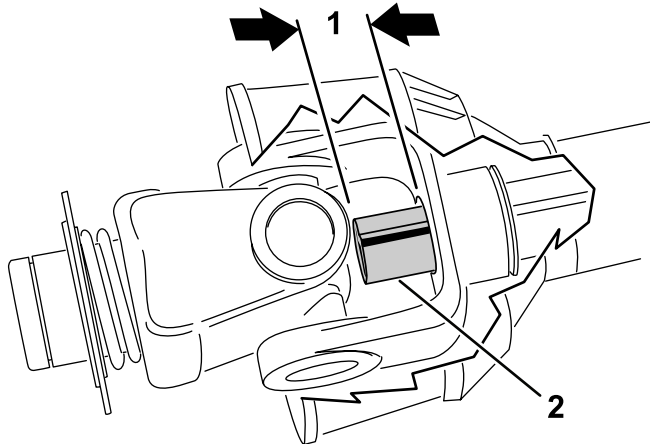

Figura 16
9. Deslize por completo em simultâneo os tubos do veio da tomada de força. Verifique se o tubo **interior** não se projeta para o cruzamento e para a secção do rolamento do outro tubo (Figura 16). Se isto acontecer, tem de cortar **mais** do tubo interior - prossiga para o passo seguinte.
10. Meça a distância que o tubo interior se projeta para o cruzamento e para a secção do rolamento do outro tubo (Figura 16). Adicione esta distância à dimensão obtida no passo 8.